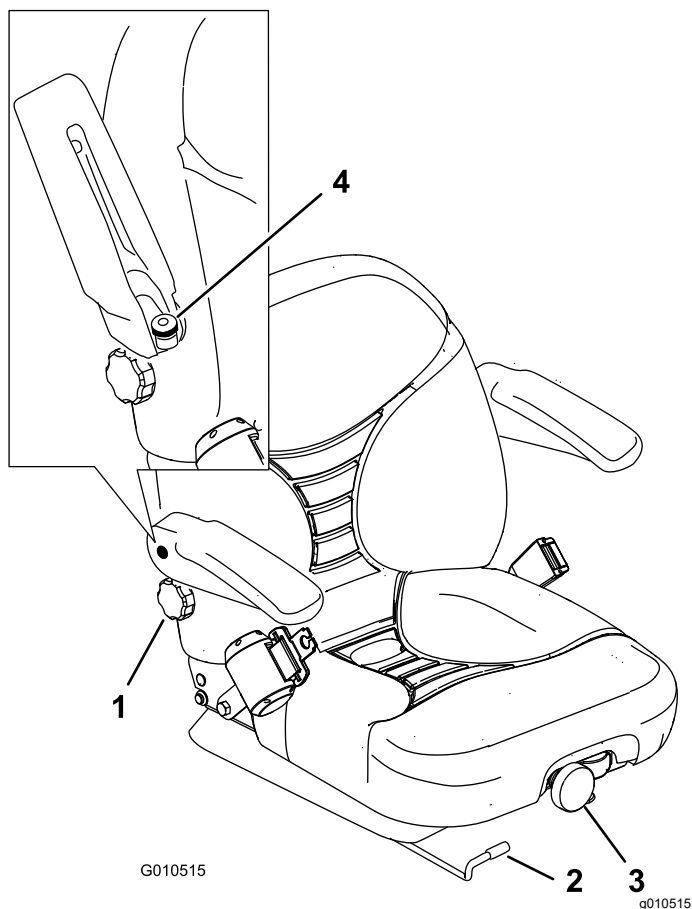

Рисунок 31
1. Для регулировки передвиньте рычаг вбок, чтобы разблокировать сиденье (Рисунок 31).
При регулировке поверните переднюю ручку в соответствующем направлении для достижения максимального комфорта (Рисунок 31).
При регулировке поворачивайте ручку под правым подлокотником в соответствующем направлении для достижения максимального комфорта (Рисунок 31).
Поднимите подлокотник и поверните ручку в любом направлении для достижения максимального комфорта (Рисунок 31).